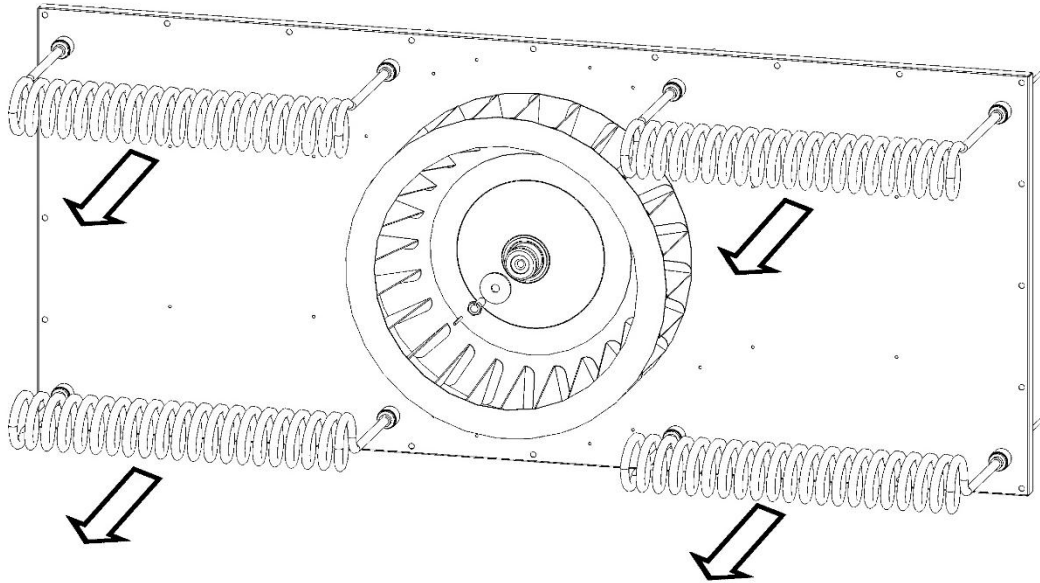

Fig.8
1. Schrauben Sie die Montagemuttern der Heizelemente ab und ziehen sie diese nach vorne heraus (Abb.8).
Tippen Sie auf den Kreis und streichen Sie im oder gegen den Uhrzeigersinn darüber, um den Parameter zu ändern (Abb. 8).